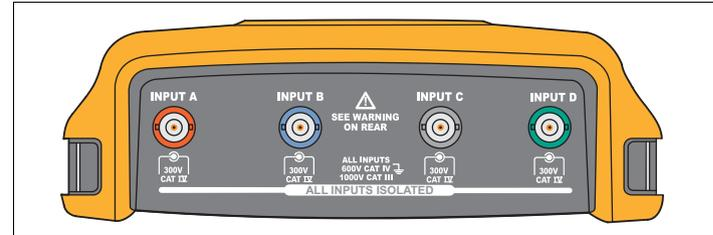

Abbildung 1. BNC-Steckverbinder
- **Schließen Sie die Massefeder (siehe Abbildung 1 im *ScopeMeter Test Tool 190 Series II Bedienungshandbuch*) nicht an Spannungen über 42 V Spitze (30 Veff.) zu Erde an.**
An der Oberseite des Messgeräts befinden sich vier als Sicherheits-BNC-Anschlüsse ausgeführte Signaleingänge. Diese isolierten Eingänge ermöglichen das Messen voneinander unabhängiger, erdfreier Eingangssignale. Siehe Abbildung 1.